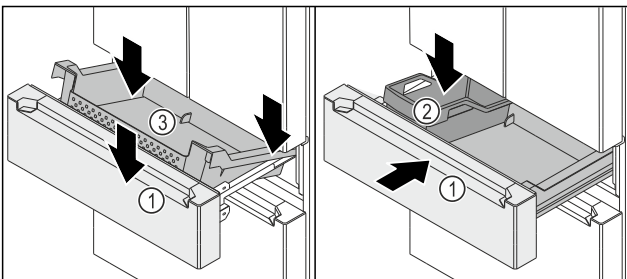

Fig. 147
- ☐ Çekme bölmesi Fig. 147 (1) dışarı çekilmiş.
- ▶ Kapları Fig. 147 (3) arkadan sağ ve soldaki kızıklara yerleştirin.
- ▶ Kapları Fig. 147 (3), kaplar Fig. 147 (3) sağ ve soldaki kızıkları saracak şekilde önden indirin.
- ▶ FlexBox Fig. 147 (2) yerleştirin.
- ▶ Çekme bölmesini Fig. 147 (1) içeri itin.